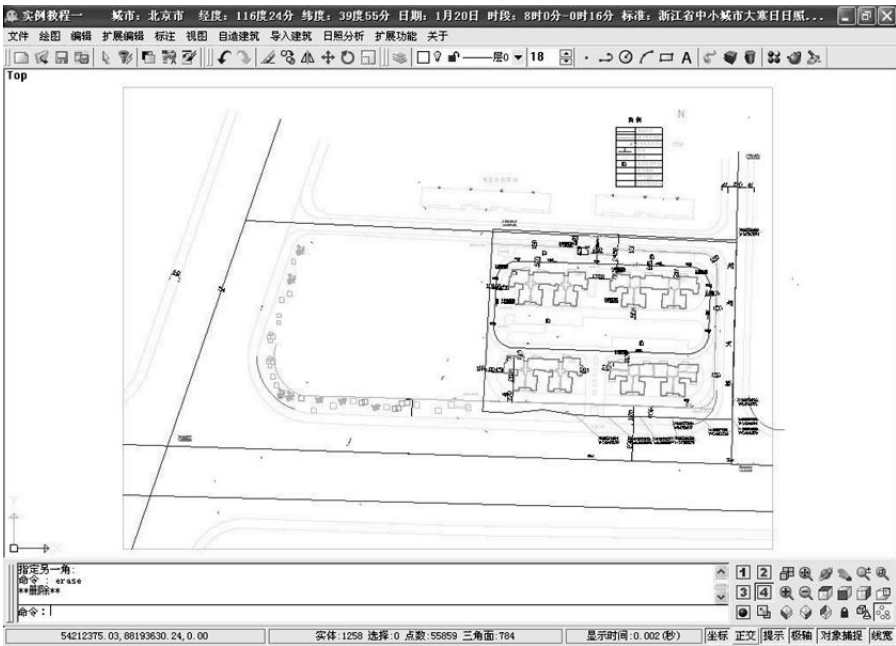

图 15-6
1、选择要进行分析的建筑物的轮廓线，如图 15-6 红色虚线显示部分；